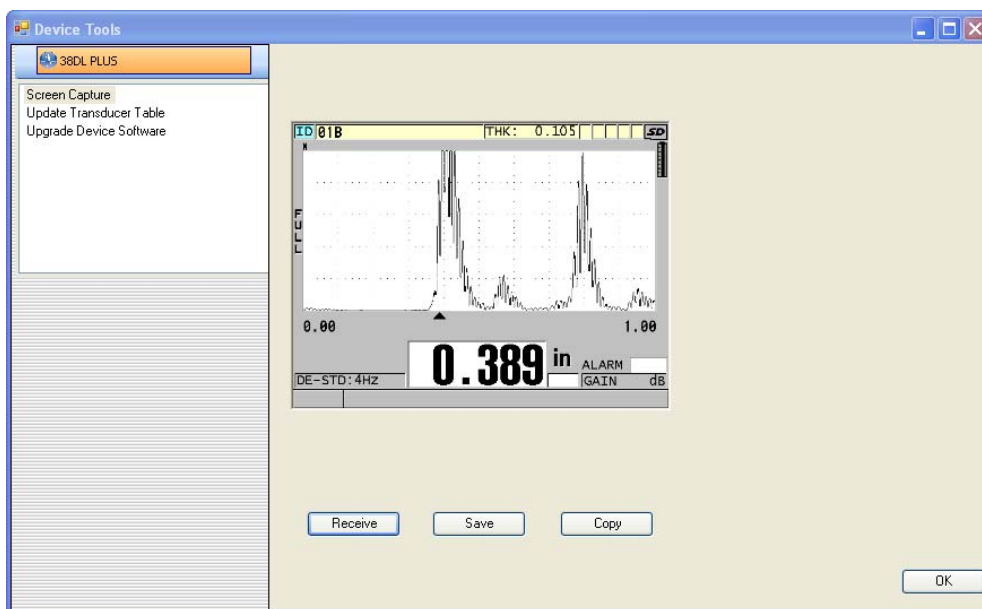

Рис. 14-8 Окно Device Tools с экранным снимком
- b) В окне **Device Tools** (см. Рис. 14-8 на стр. 270) выберите **Screen Capture** (Экранный снимок) и щелкните **Receive**. (Получить)